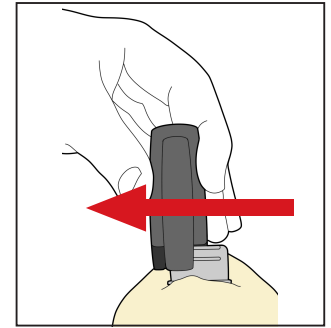

Fig. 13
7. Når masken er ferdig stivnet, fjerner du IntegraBite-applikatoren fra biteplaten ved å skyve den mot høyre eller venstre. (Fig. 13)